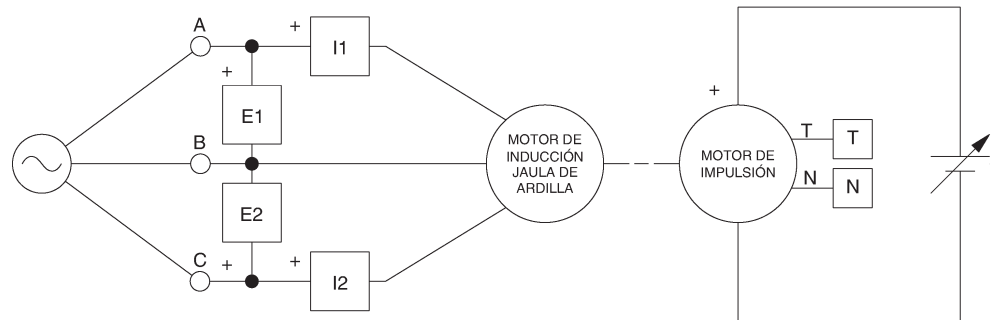

Figura 4-16. Circuito utilizado para demostrar el funcionamiento del generador asincrónico.
11. Modifique las conexiones para que el equipamiento quede montado como lo muestra la Figura 4-16. No conecte todavía las líneas A, B y C de la fuente trifásica al circuito.
- 12. Conecte las líneas A, B y C de la fuente trifásica al circuito, como lo muestra la Figura 4-16.
Desconecte la fuente trifásica en los puntos A, B y C del circuito de la Figura 4-16.
Usted puede obtener la característica velocidad en función del par correspondiente a un motor de inducción jaula de ardilla que opera como motor y como generador. Para lograrlo, coloque los selectores MODO y VISUALIZADOR del Motor de impulsión / Dinamómetro en las posiciones MOTOR DE IMPUL. (M.I.) y VELOCIDAD (N), respectivamente. Abra el archivo de configuración existente ACMOTOR1.DAI y seleccione ver disposición 2. Asegúrese de que la Fuente de alimentación esté apagada y consulte las etapas 11 a 13 de este ejercicio para montar el circuito que muestra la Figura 4-16. Asegúrese de que la función para corregir la función par del medidor T se encuentre activada. Borre los datos registrados en la tabla de datos (si los hay). En el Motor de impulsión / Dinamómetro, coloque el selector MODO en la posición MOTOR DE IMPUL. (M.I.) y luego gire la perilla de control de voltaje de la Fuente de alimentación hacia la derecha hasta que el medidor T indique $-2,7 \text{ N}\cdot\text{m}$ ($-24,0 \text{ lbf}\cdot\text{plg}$). Para este valor del par, la velocidad de la máquina debería ser mayor que la velocidad de sincronismo. Ajuste la perilla de control de voltaje para que el par que indica el medidor T pase de $-2,7 \text{ N}\cdot\text{m}$ ($-24,0 \text{ lbf}\cdot\text{plg}$) a $0,0 \text{ N}\cdot\text{m}$ ($0,0 \text{ lbf}\cdot\text{plg}$) por etapas de $0,3 \text{ N}\cdot\text{m}$ ($3,0 \text{ lbf}\cdot\text{plg}$). Registre cada valor ajustado del par en la Tabla de Datos.